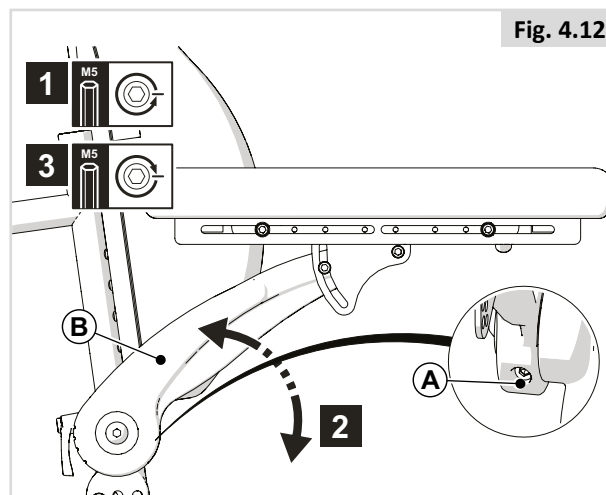

Fig. 4.12
TRIN 1 (Fig. 4.12)
For at kunne nå den bageste skrue ved laveste armlænsenhøjde, skal du først løsne skrue (A) i Fig. 4.12 og justere pudens vinkel.